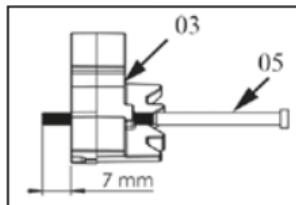
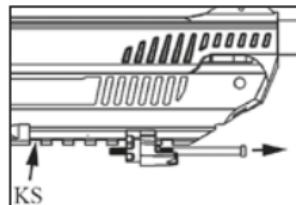
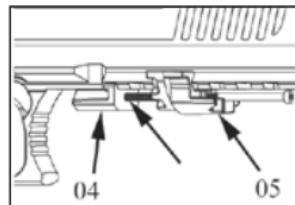
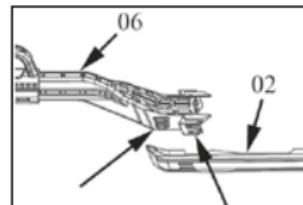

Figura 8
Figura 9
Figura 10
Figura 11
Al tener en cuenta la dirección del tornillo no. 05, al final del tornillo saldrá 7-8mm de la coladera no. 03 como se muestra en la (Figura 8). Como se muestra en la (Figura 9), picantinny parte inferior de la pistola se introduce en el tamiz no. 03 como se ha preparado en la (Figura 8). Las instrucciones también deben ser considerados en este procedimiento. La cabeza del tornillo debe estar en la dirección del tiro de la pistola. Como se muestra en la (Figura 10), el tornillo no. 05, que se inserta en parte no. 03, que debe incluirse en el orificio de la parte no. 04. Se debe insertarse en el último canal picantinny (Figura 9) (KS). De lo contrario, el conjunto sería un fracaso. (Figura 10) Como se muestra en la (Figura 11), los canales cónicas del brazo no. 06 se muestra con una flecha debe conectarse con los canales de brazo lateral no. 02 de enclavamiento.